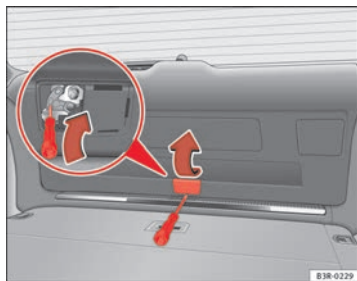

Fig. 76 Particolare del portellone posteriore: dispositivo per lo sbloccaggio di emergenza
- Aprire la copertura ⇒ fig. 76 -freccia-.
- Introdurre il cacciavite nella feritoia ⇒ fig. 76 -freccia- e spingerlo nella direzione indicata dalla freccia per sbloccare il cofano del bagagliaio. ■